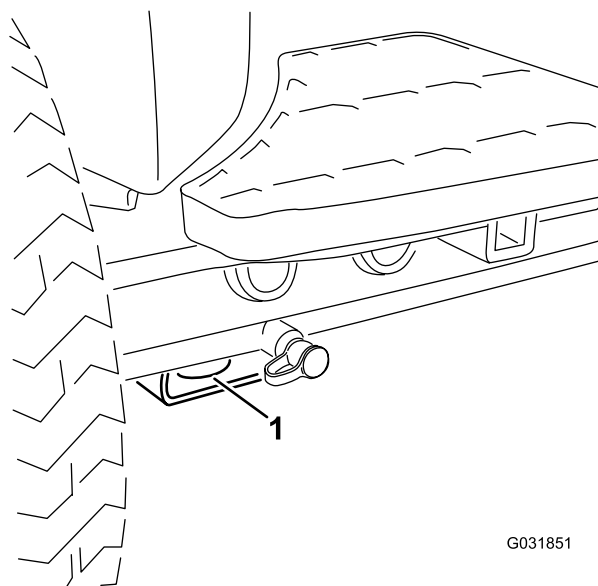

図 40
- 前各前輪の内側、アクスルチューブの下にある四角いパッド(図 40)